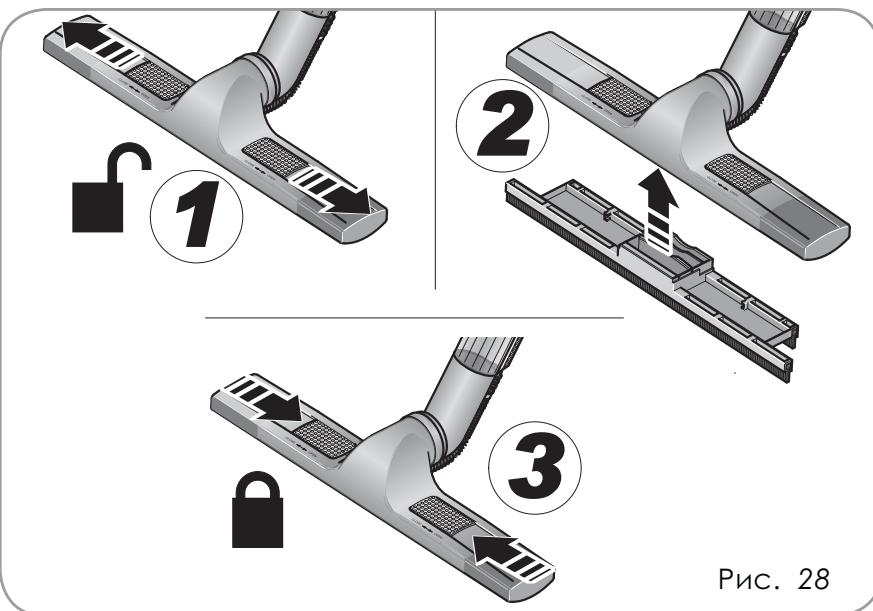

Рис. 28
Для того, чтобы правильно установить сменный блок: разблокируйте крепежные элементы (1), установите сменный блок (2) и закройте крепежные элементы(3) (Рис.28).